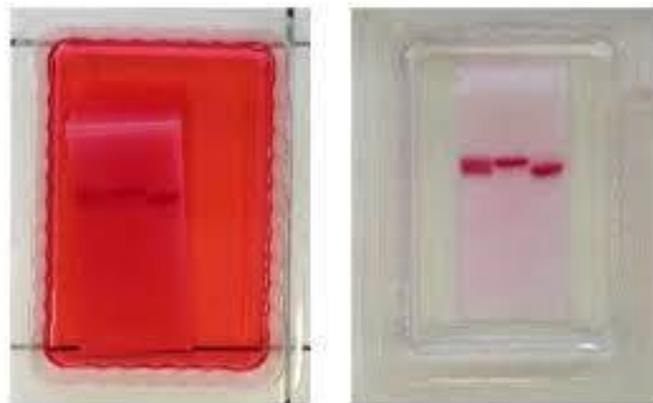

Figure 11: Révélation des taches protéiques et décoloration du papier
- *Traitement de la bande* : après le temps d'analyse, l'échantillon (protéine) est fixé avec un acide fort ou chauffage pour éviter toute perte de molécule pendant la coloration. Les bandes sont ensuite mises dans un bain de colorant (rouge Ponceau, vert de lissamine ou amidoschwartz) qui se fixe sur les protéines d'une manière non sélective. La décoloration du fond du support est faite avec une solution d'acide acétique à 5% (Fig. 11).